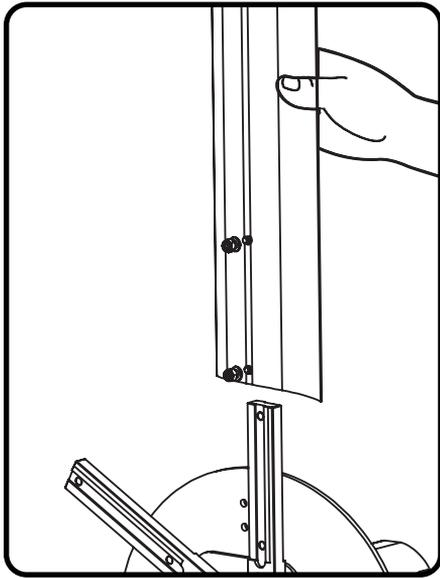
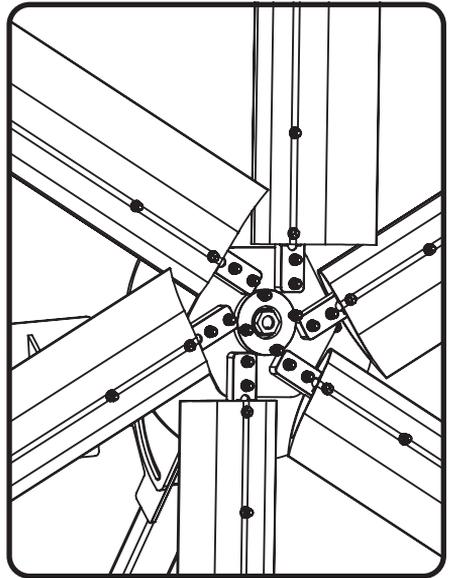

Fig. 8.1
Fig. 8.2
**8.1** Instale las 6 aspas de aluminio (N/P: 0200303) del ventilador (Fig. 8.1), (estas son de posición única), en el centro hexagonal del ventilador (Fig. 8.2) empleando el kit de tornillería (02TOR07) kit #7, utilice una llave mixta de 7/16" y un dado de 7/16" con matraca o ratchet, apriete con un torque de 32.53 Nm (24 ft-lb). Como se muestra en las siguientes imágenes.